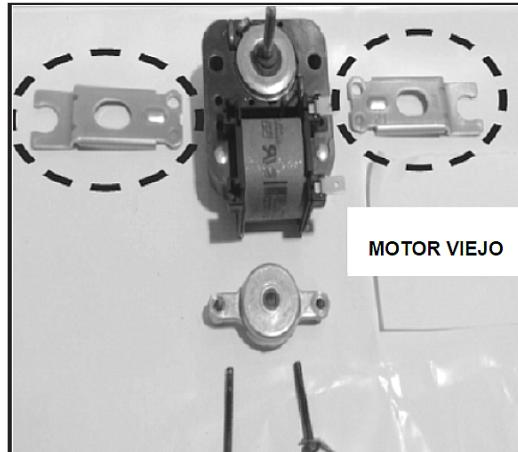

Figura 3
5. Quite el portacojinete y retire los soportes de montaje del motor viejo. Vea la Figura 3.